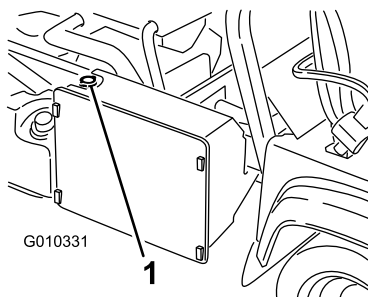

Figure 77
3. Retirez le bouchon de radiateur (Figure 77).
7. Faites l'appoint du radiateur et remettez le bouchon en place (Figure 77).
4. Retirez le bouchon du vase d'expansion (Figure 77).